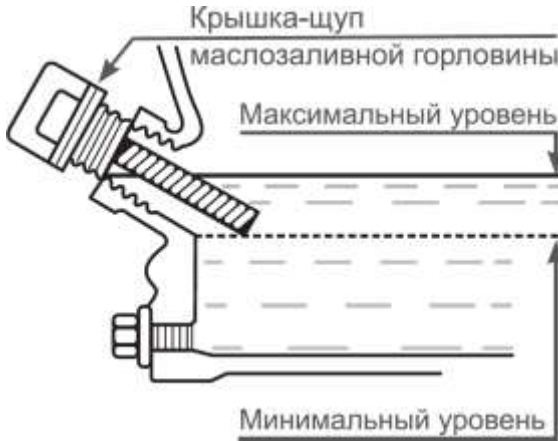

Рис. 5 Проверка уровня масла в картере
4. Аккуратно вытащите щуп и осмотрите его (Рис. 5). Уровень масла должен соответствовать верхней отметке на щупе. При недостаточном уровне масла в картере необходимо долить чистое масло до верхней отметки на щупе (что соответствует нижней кромке заливного отверстия). После окончательной проверки, плотно закрутите крышку-щуп.